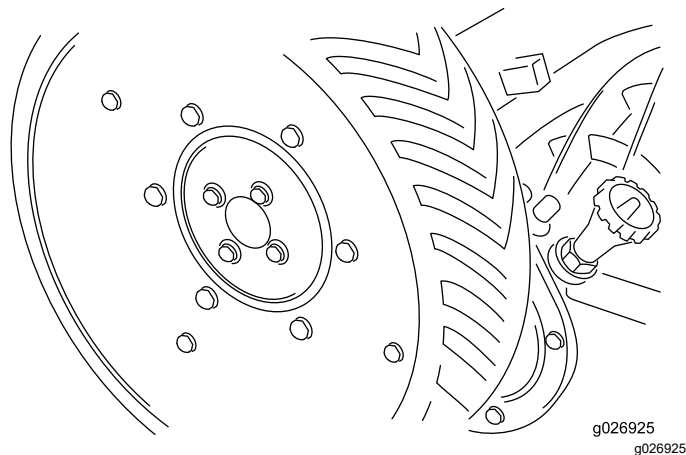

図 3
2. キャップスクリューとロックワッシャを使用して駆動ホイールを取り付ける 図 3。